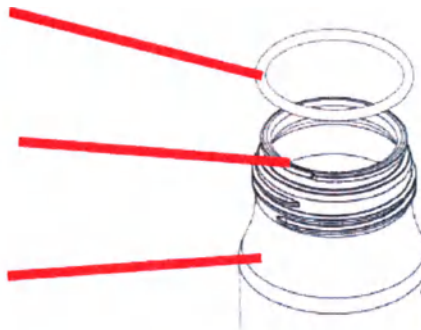

Рис. 1.
- Уплотнительное кольцо бутылки подвержено износу по мере эксплуатации. При обнаружении каких-либо повреждений или деформации кольца, следует обратиться в компанию «ЭндоЧойс, Инк.» или в ее представительство для заказа замены дефектного компонента. Для удаления уплотнительного кольца необходимо извлечь его часть, находящуюся в выемке вдоль обода бутылки (рис. 1). Не прилагать резких усилий для извлечения уплотнительного кольца из паза. Это может привести к повреждению кольца.